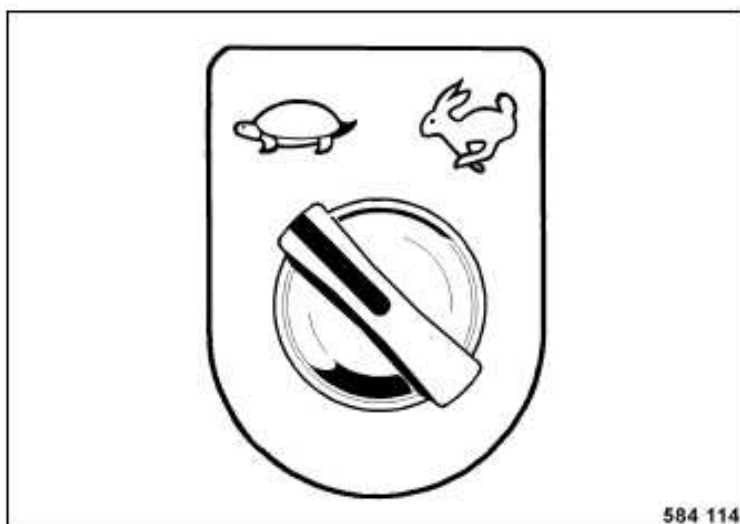

Fig. 51
- Conectar el margen de traslación velocidad de trabajo (Fig. 51) (tortuga).